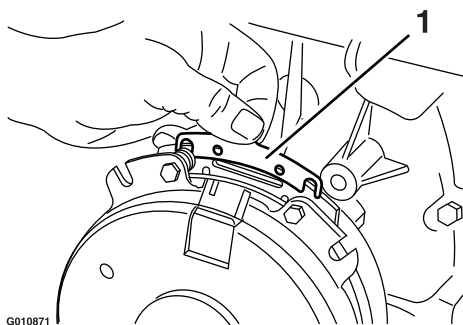

Figura 83
- B. Utilizando um alicate de pontas finas, ou com a mão, prenda a patilha e retire o calço (Figura 83).
Remova qualquer acumulação de relva, sujidade e outros detritos do filtro do motor. Isto ajuda a assegurar a refrigeração adequada e a velocidade correta do motor e irá reduzir a possibilidade de sobreaquecimento e danos mecânicos no motor (Figura 83).